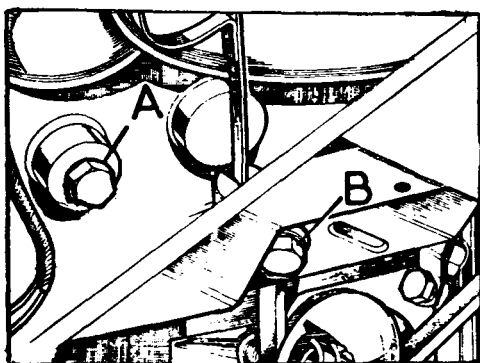

Fig. A1-63 Vaciado del circuito de refrigeración
- 1.3. Vaciar el circuito de refrigeración para lo cual, se desmontarán los tapones, A y B (Fig. A1-63) del motor y del radiador. También se quitará el tapón de la boca de llenado del radiador, para facilitar la salida del refrigerante.